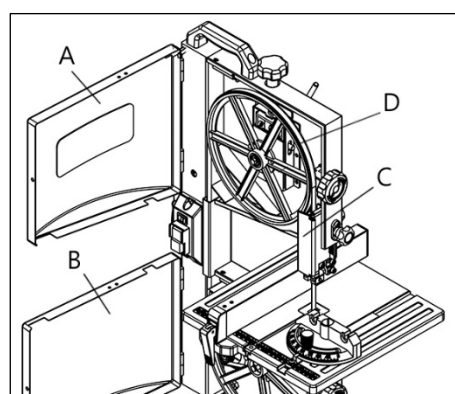
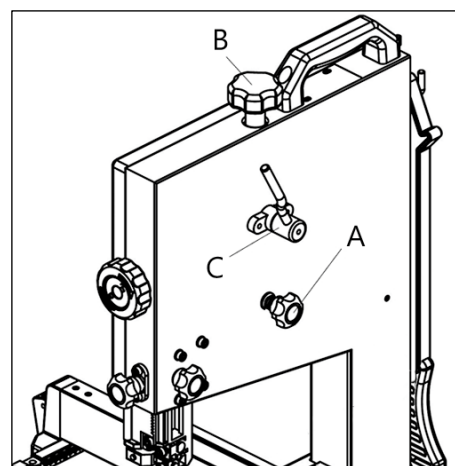

Рисунок 11.
Рисунок 12.
Если пильное полотно не перемещается в центре обрезиненной направляющей, необходимо отрегулировать наклон верхнего маховика D (рис. 11).
Ослабьте ручку блокировки С (рис. 12), вручную поворачивайте верхний маховик D (рис. 11), осторожно, не касаясь пильного полотна. Поворачивайте ручку регулировки А (рис. 12) по часовой стрелке или против часовой стрелки до тех пор, пока пильное полотно не окажется по центру. После регулировки затяните фиксирующую ручку С (рис. 12) и закройте крышки А и В (рис. 11).
Полностью поднимите верхнюю направляющую пильного полотна. Принимая во внимание его ширину, вращайте ручку В, чтобы отрегулировать натяжение (рис. 12).
- Откройте верхнюю и нижнюю крышки (рис. 11).
- Ослабьте ручку быстрого доступа С (рис. 12).
- Закройте верхнюю и нижнюю крышки А и В (рис. 11). Закройте крышку верхней направляющей С.